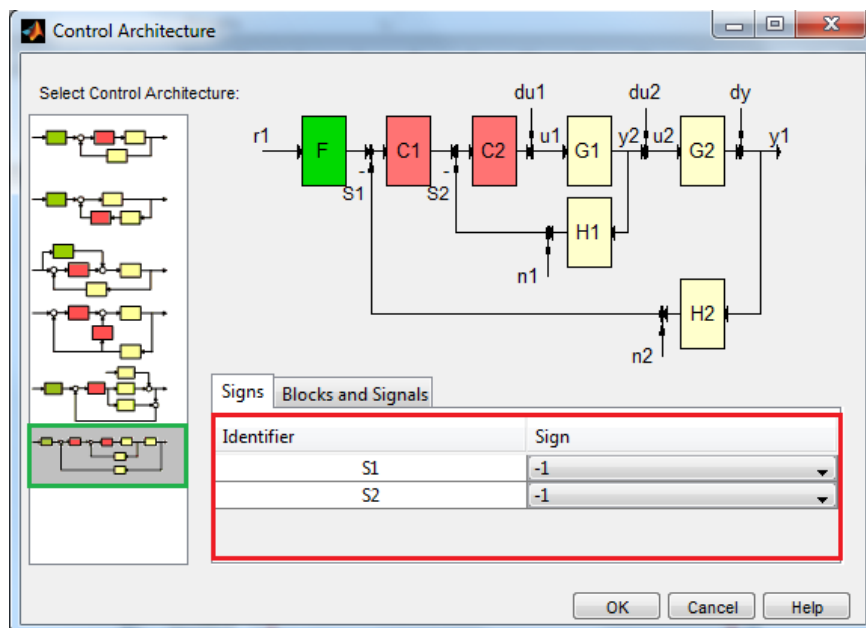
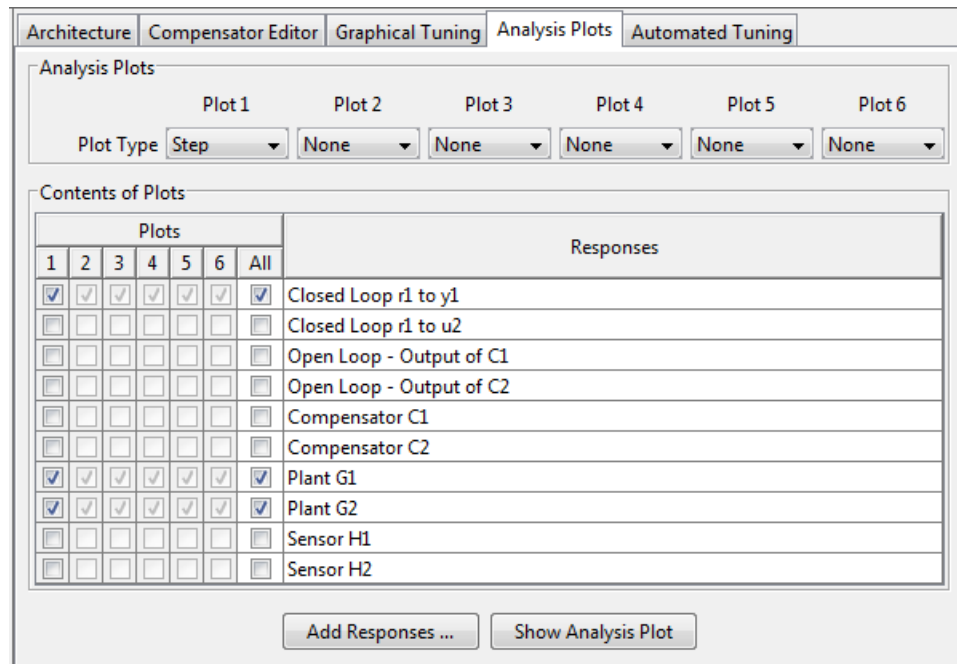

Figura 65. Arquitectura en lazo cerrado para controlador PID de Velocidad y planta en sisotool.
Figura 72. Configuración parámetros pestaña Analysis Plots.
- Elija la opción 4 haciendo click sobre ella esta se encuentra dentro del recuadro verde de la Figura 65.
- La casilla que se encuentra dentro del cuadro rojo corresponde con el tipo de realimentación del sistema que puede ser tanto negativa (-1), como positiva (1). Para este caso deje esta opción en -1. Para finalizar click en OK. Como se ve en la Figura 65.
- Configure como se muestra en la Figura 72, los diagramas de sintonización siguiendo el esquema de salidas y entradas propio de Sisotool de la figura 65.